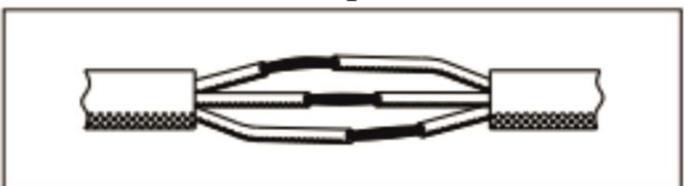
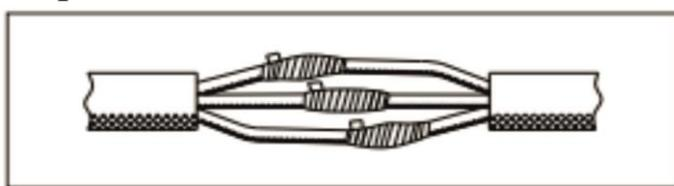

Рисунок 3
Рисунок 4
2. Плотнo замотайте место скрутки жил сначала электроизоляционной лентой (смотрите рисунок 3 ниже), а затем водонепроницаемой изолянтoй (смотрите рисунок 4 ниже). Водонепроницаемой изолянтoй по ширине должно быть намотано примерно на 1 см больше, чем электроизоляционной, по обе стороны места соединения.